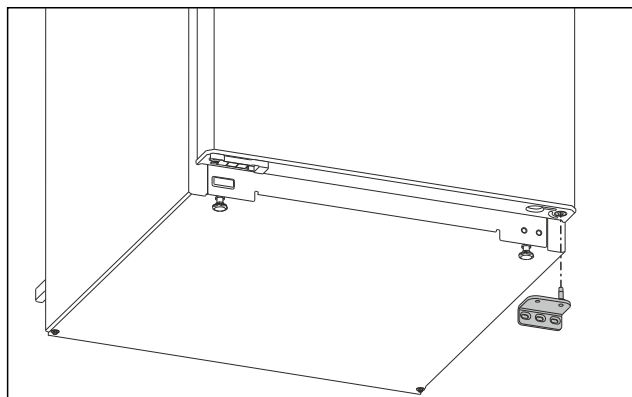

Fig. 7
- Rimuovere il blocco di supporto verso il basso. (vedere Fig. 7)